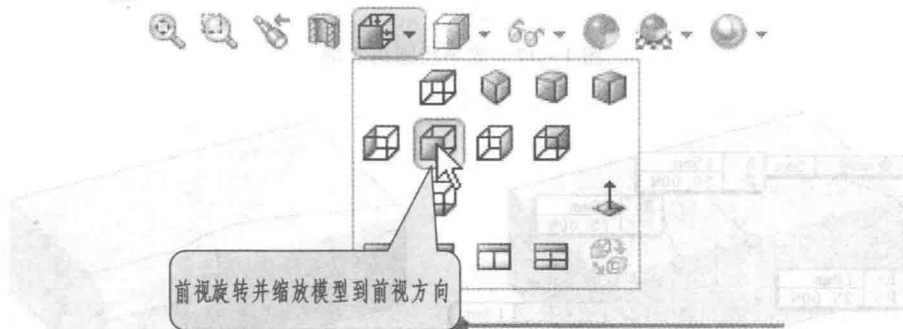

图 1-20 【前视】按钮
2. 确定草绘平面。在 FeatureManager 设计树中选择【前视基准面】，单击如图 1-20 所示的【前视】按钮 ，将视图转正，单击【草图】工具栏中的【草图绘制】按钮 ，在【前视基准面】上打开一张草图。